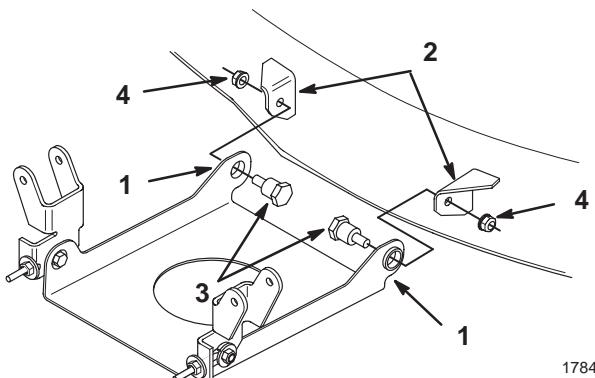

Figure 4
7. Placez la plaque de montage, languettes dirigées vers le haut, entre les supports à l'avant du plateau de coupe (Fig. 4).
8. Introduisez les boulons à épaulement dans la plaque de montage et dans les supports du plateau de coupe. Fixez l'ensemble avec les contre-écrous (Fig. 4).